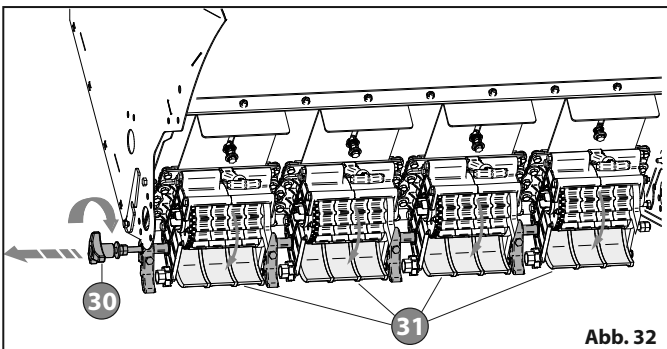

Abb. 32
- Den Einstellknopf **30** zum Öffnen der Taster **31** ziehen oder drehen "Abb. 32".